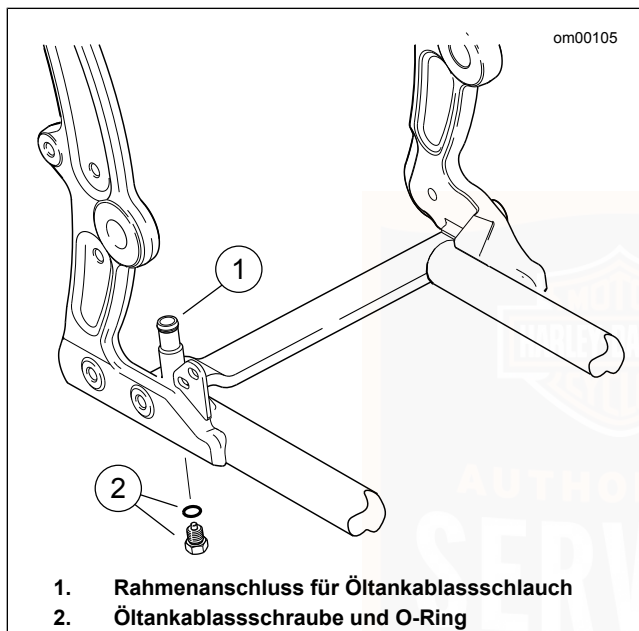

Abbildung 40. Öltankablassschraube: Softail-Modelle
3. Siehe Abbildung 40. Die Öltankablassschraube und den O-Ring (2) entfernen. Das Motoröl ablassen.
6. Siehe Abbildung 40. Die Öltankablassschraube (2) anbringen.